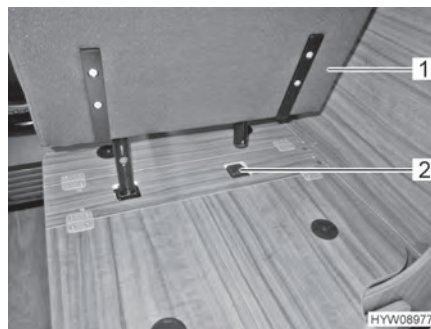

Bild 19 Sätt in den hopfällbara stolen i hållaren
- Sätt den hopfällbara stolen (Bild 19,1) i hållaren (Bild 19,2).